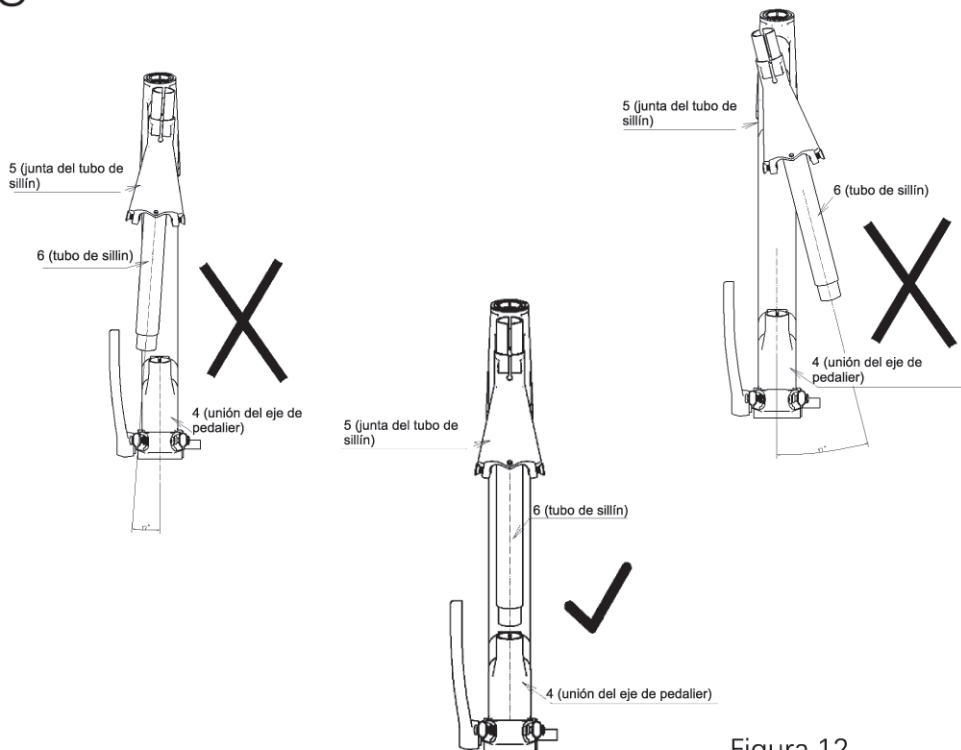

Figura 12.
a. Mire el marco desde atrás y ajuste el ángulo de la pieza 6 y la pieza 4 para que estén en línea recta, como se muestra en la Figura 12.